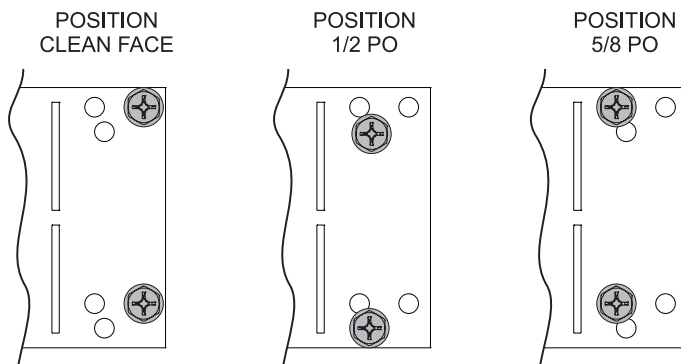

Figure 13
- Repérer les brides de clouage dans l'enveloppe d'installation et les fixer aux côtés du foyer avec deux vis hexagonales n° 10-32 x 1/2. Les brides ont trois positions pour convenir au panneau mural qui est installé sur la façade de l'appareil (Clean Face) ou affleurant avec la façade de l'appareil avec une paroi de 1/2 ou 5/8 po. Voir figure 13.